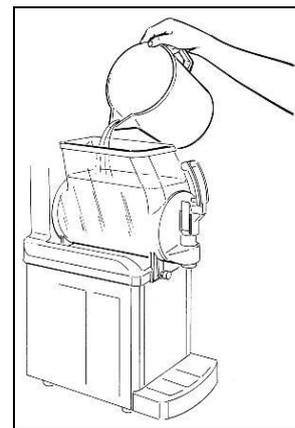

Fig. 3
- **L**lenar la cuba con agua tibia (fig.3) y, después de volver a colocar la tapa, hacer funcionar la batidora durante unos minutos.